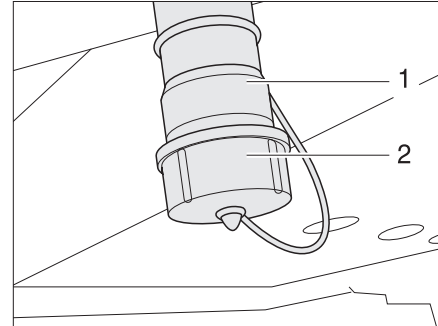

Fig. 261 Bec d'écoulement des eaux usées
Il est possible de raccorder une conduite au bec d'écoulement des eaux usées (Fig. 261,3).
- Dévisser et retirer le cache (Fig. 261,4) du bec d'écoulement des eaux usées (Fig. 261,3) en tournant d'un quart de tour dans le sens des aiguilles d'une montre.